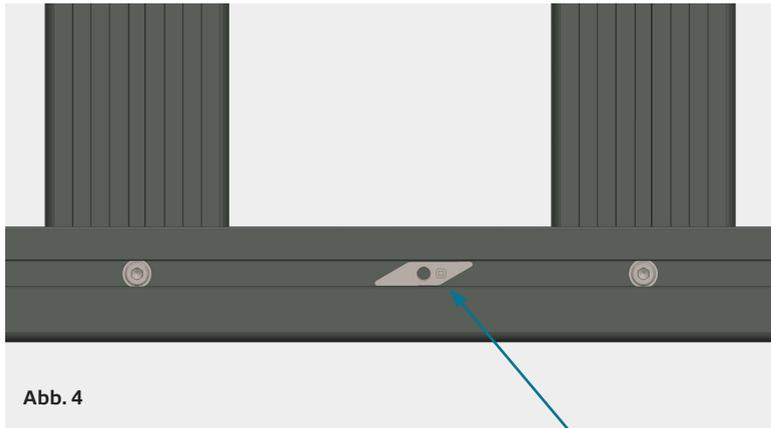

Abb. 4
Den Nutenstein wie in Abb. 4 gezeigt in das Profil einlegen – achte darauf, dass die „O“ Markierung zu dir zeigt! Nur so wird er, wenn du die Schraube eindrehst, richtig herum verkeilt!
*Insert the slot nut like shown in Abb. 4 into the profile – take care that the “O” marking is facing to you. Only in this orientation the slot nut gets clamped correctly when the bolt gets torqued down.*